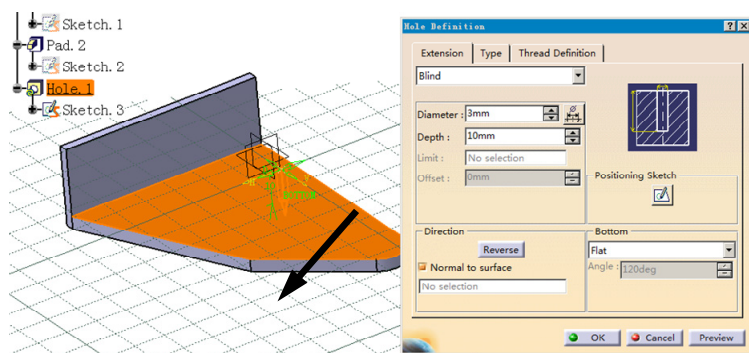

图 3-165
- >>> 步骤01 选择如图所在平面，单击 图标，生成 Hole.1，如图 3-165 所示。
- >>> 步骤02 设置孔直径 Diameter 参数为 3mm，如图 3-165 所示。